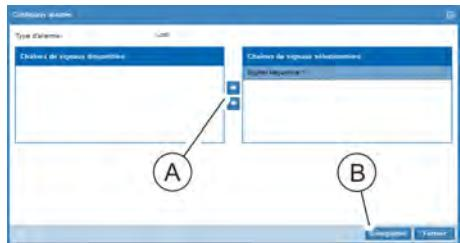

Fig. 132 : Fenêtre « Configurer alarme »
- 13.➤ Sélectionner une chaîne de signaux dans la fenêtre « *Configurer alarme* » et la déplacer au moyen du bouton « → » (Fig. 132 /⑧) dans le champ « *Chaînes de signaux sélectionnées* ». Appuyer sur le bouton « *Enregistrer* » (Fig. 132 /⑨) pour confirmer la sélection.